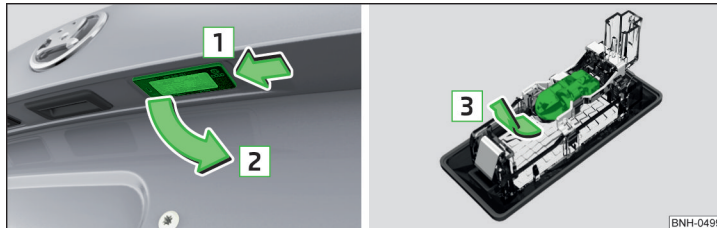

Abb. 196 Kennzeichenleuchte herausnehmen / Glühlampe wechseln
- › Die Leuchte in Pfeilrichtung **1** » Abb. 196 eindrücken, bis diese gelöst ist.